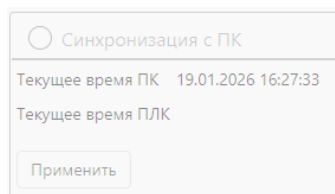

Рисунок 9.5.3 – Синхронизация времени с ПК
**ручная настройка с использованием системного времени ПК** – выбрать маркер **Синхронизация с ПК**, нажмите **Применить** (см. рисунок 9.5.3).